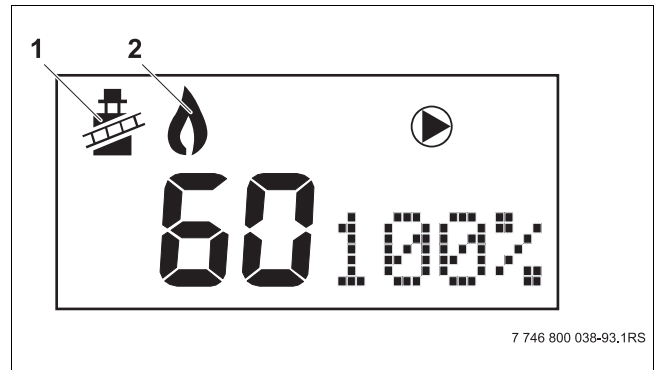

Fig. 51 Schoorsteenvegerbedrijf, ingesteld op vollast
- Neem het cv-toestel in schoorsteenvegerbedrijf door de schoorsteenvegertoets in te drukken (zie hoofdstuk bediening: Schoorsteenvegerbedrijf) tot het schoorsteenvegersymbool “” (fig. 51, **pos. 1**) op het display wordt weergegeven.
- Wacht, nadat het brandericoon “” (fig. 51, **pos. 2**) op het display is gaan branden, gedurende 1 minuut tot het cv-toestel op maximaal vermogen voor de cv-installatie brandt.